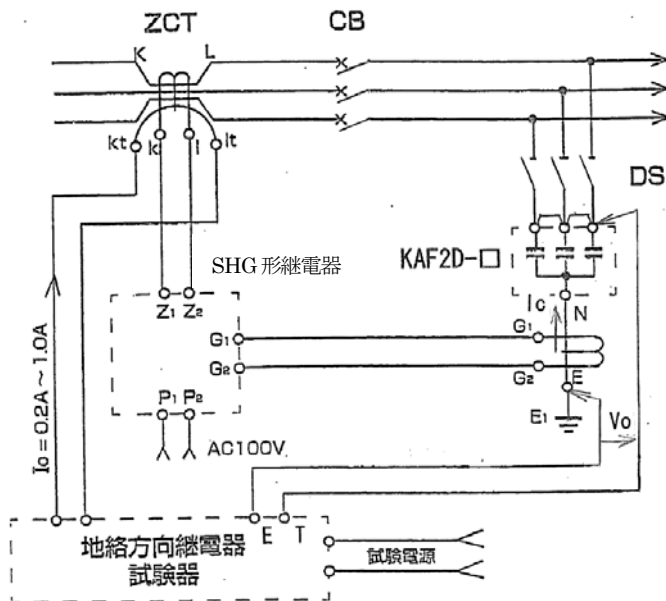

図1.  $V_0 - I_0$ 印加用の試験器接続図
(1) 地絡方向継電器用試験器 (Vo-Io出力タイプ) を用意して下さい。
(2) 受電設備が、無電圧状態になっていることを確認して下さい。
(3) 高圧回路を接地し、コンデンサを放電させて下さい。
(4) 接地コンデンサ (KAF2D-□) の高圧側の断路器 (開閉器) を開放して下さい。
(5) 接地コンデンサの高圧側の3相をジャンパ線にて接続して下さい。
(6) 試験器のVo、Io出力を図1のように接続して下さい。(動作時間測定用の継電器接点の取り合いは省略してあります)